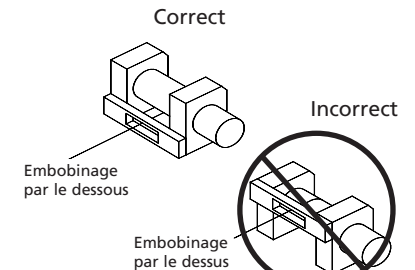

Figure 6
28. Faites toujours fonctionner votre treuil en position d'embobinage par le dessous uniquement (Figure 6).